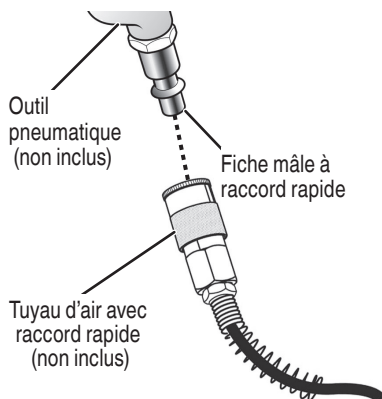

Fig. 11
- Connecter les outils alimentés par air au tuyau d'air en insérant la fiche mâle à raccord rapide sur le coupleur rapide à l'extrémité du tuyau (Fig. 11).